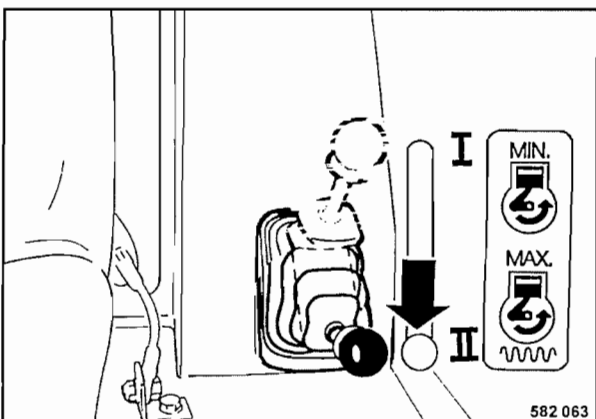

Fig. 29
- Colocar la palanca reguladora de revoluciones (Fig. 29) en posición "II" de pleno gas.